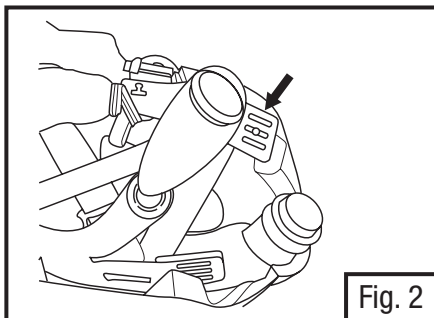

Fig. 2
- Le serre-tête pour coiffe peut être réglé en quatre points. Deux à l'arrière et deux à l'avant. Pour modifier la position du serre-tête, déloger la cheville de la fente de réglage de la hauteur et l'insérer dans une autre fente de l'« échelle » (Fig. 2). Chaque point de réglage peut être réglé indépendamment pour un ajustement sur mesure.